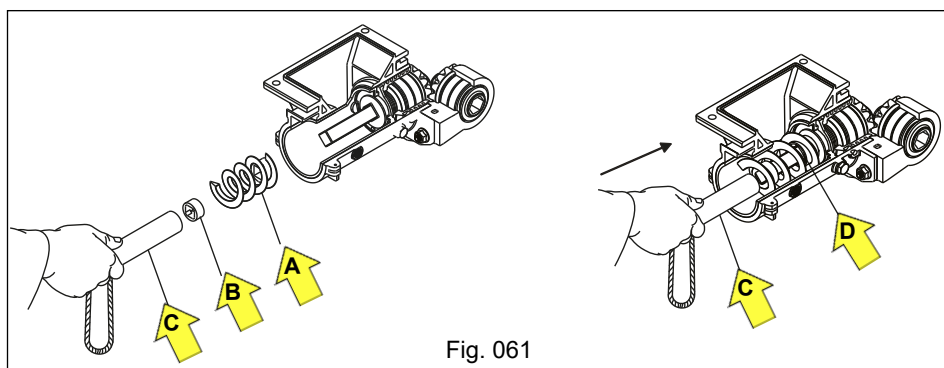

Fig. 061
c) Após a limpeza ou substituição, coloque a rosca sem fim "A", juntamente com o anel trava "B", através do tubo fixador "C", observando que a rosca sem fim e o anel trava fiquem bem posicionados na base do eixo acionador "D" (Fig. 061).